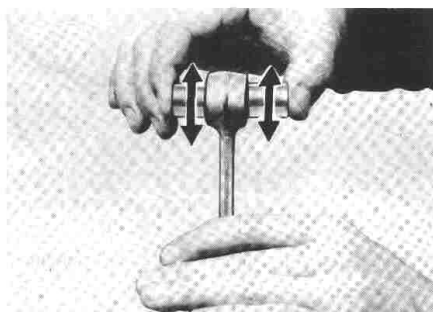

Fig. 3-4-7
4. Apply a light film of oil to pin and bearing surfaces. Install in connecting rod small end. Check for play. There should be no noticeable vertical play. If play exists, check connecting rod small end for wear. Replace pin and bearing or all as required. (Fig. 3-4-7)
4. Recouvrez d'un léger film d'huile les surfaces de l'axe et du roulement. Introduisez-le dans le pied de bielle. Vérifiez s'il y a du jeu. Il ne devra pas y avoir de jeu vertical notable. S'il existe du jeu, vérifiez si le pied de bielle n'est pas usé. Remplacez l'axe ou le roulement ou les deux si nécessaire. (Fig. 3-4-7)